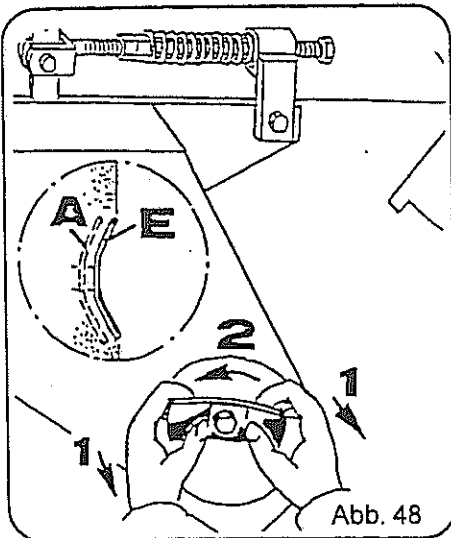

Abb. 48
- Knickzettertrommel außer Betrieb setzen (Abb. 48). Kupplungsstück herausziehen und nach links drehen (Abb. 48, Pos. 1 - 2) bis sie wieder einrastet.
Kupplungsstück höherliegend (Abb. 48, Pos. E)
Kupplungsstück tieferliegend (Abb. 48, Pos. A)